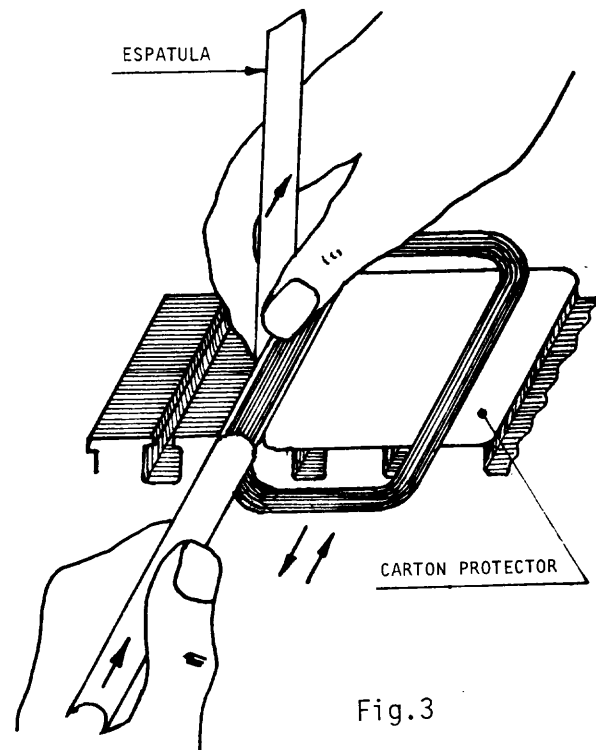

Fig.3
3º paso - *Coloque un trozo de papel o cartón en el interior del núcleo (fig.3) para proteger las bobinas de roces que puedan perjudicar la aislación del lado opuesto al que se introduce.*
- d Coloque la teja aislante, ayudándose con la bobina, con la que se realiza un movimiento de vaivén durante el cual la teja penetra aprovechando sólo el movimiento de empuje (fig.3).